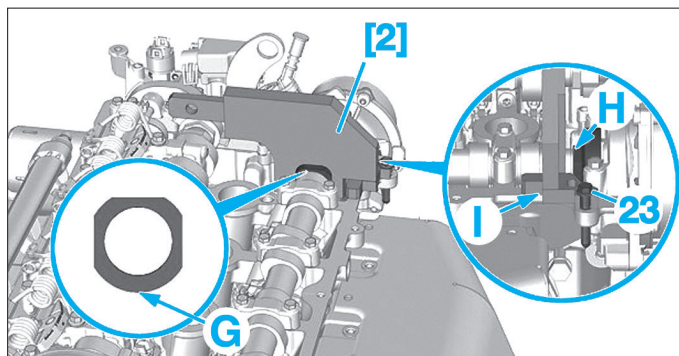

FIG. 8
- Positionner l'outil d'immobilisation d'arbre à cames d'échappement [2] (Fig.8).